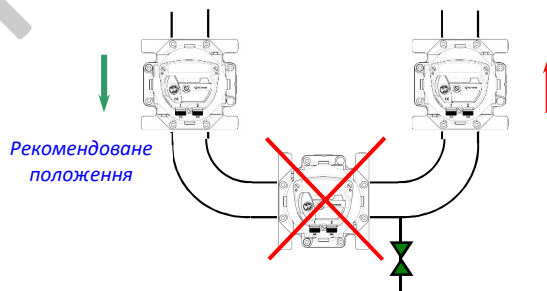

Рисунок 18. Вертикальне встановлення
- 6.4. Лічильники не рекомендується встановлювати в нижній частині трубопроводу. У разі вертикального встановлення лічильник рекомендується встановлювати за напрямком потоку газу зверху вниз (див. рис. 18).
- 7.2. Закрийте всі вентилі на трубопроводі (рис. 18). За всіх варіантів і на всіх стадіях пуску витрата газу, що проходить через лічильник, у жодному разі не повинна перевищувати значення близько 5 % від максимальної витрати (Q_{max}), зазначеної на панелі відлікового пристрою.